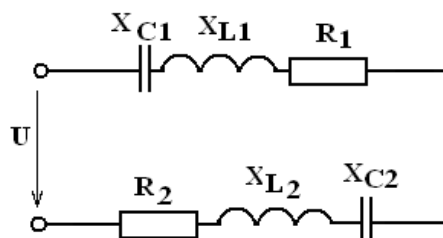

Рис.8.21
2. Напряжение на зажимах цепи, вариант которой соответствует последней цифре учебного шифра студента и изображенной на рис. 8.21, изменяется по закону $u=U_m \sin \omega t$. Амплитудное значение напряжения U_m , значения активных сопротивлений R_1 и R_2 , индуктивностей катушек L_1 и L_2 ,